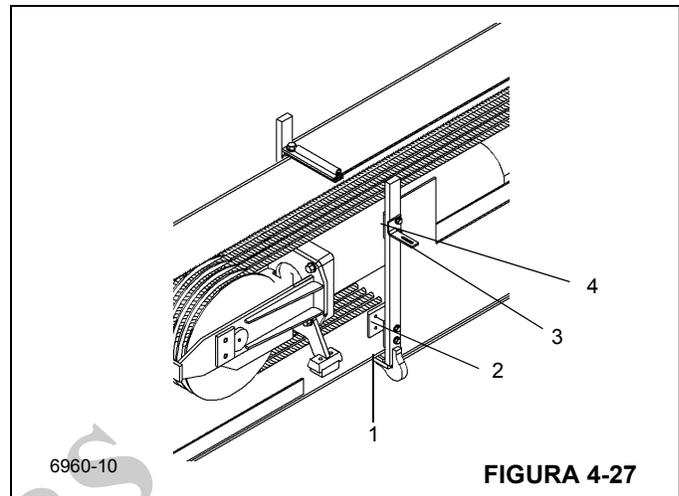

FIGURA 4-27
10. Eleve ligeiramente a parte frontal da seção volante e instale as placas de desgaste da parte frontal inferior (1) (Figura 4-27) nas cavidades da seção intermediária externa.
11. Instale as placas de desgaste lateral superior (4) e inferior (2) na frente da seção intermediária externa com dois parafusos cada. Na lateral esquerda superior, fixe a cantoneira de montagem (3) com o parafuso da placa de desgaste superior (Figura 4-27). Calce conforme descrito durante a desmontagem.